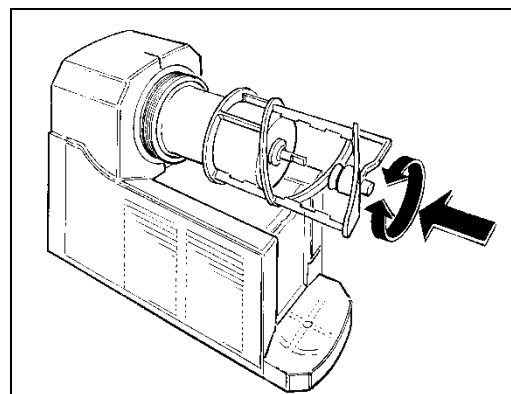

Fig. 14
- Remonter le mélangeur et le joint à ventouse en s'assurant que la queue avant s'encastre parfaitement avec l'arbre rotatif (fig.14).